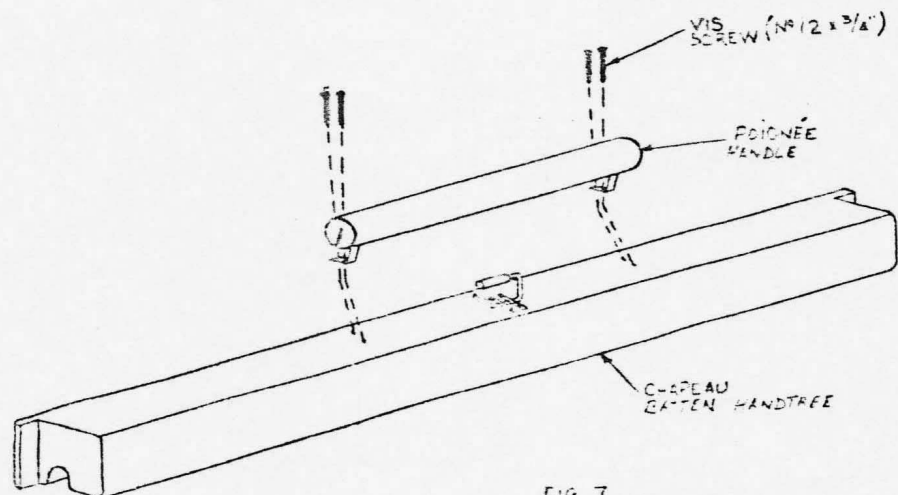

FIG. 7.
Screw the handle of the beater on the batten handtree with four (4) screws No 12 X 3/4" (Fig. 7).
Installer la poignée du battant sur le chapeau avec quatre (4) vis No. 12 X 3/4" (Fig. 7).